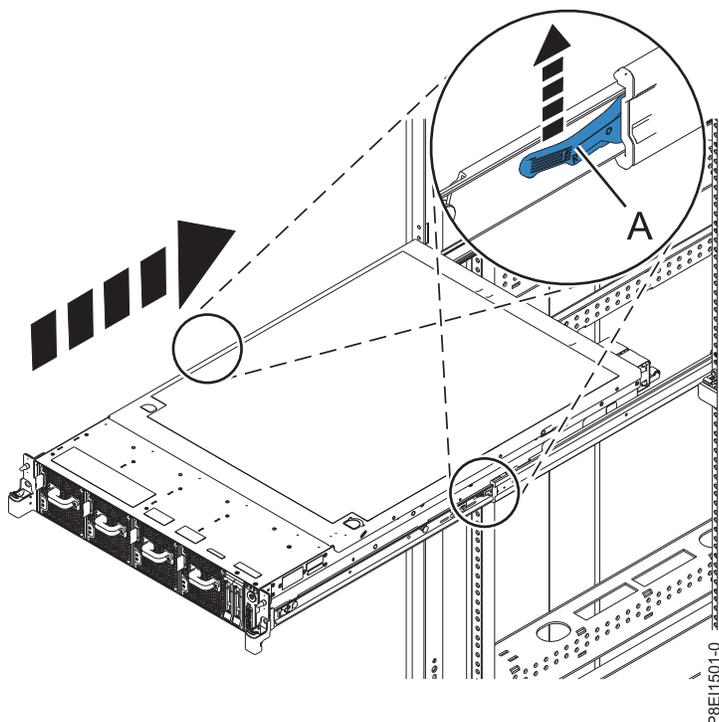

図 223. システムの操作位置への設置
1. 青色のレール安全ラッチ (A) を上方に持ち上げて、アンロックします。
2. システム装置の位置を合わせてレールに載せ、両方のリリース・ラッチが所定の位置にロックされるまでラック内でシステム装置を後方に押し込みます。 図 223 を参照してください。